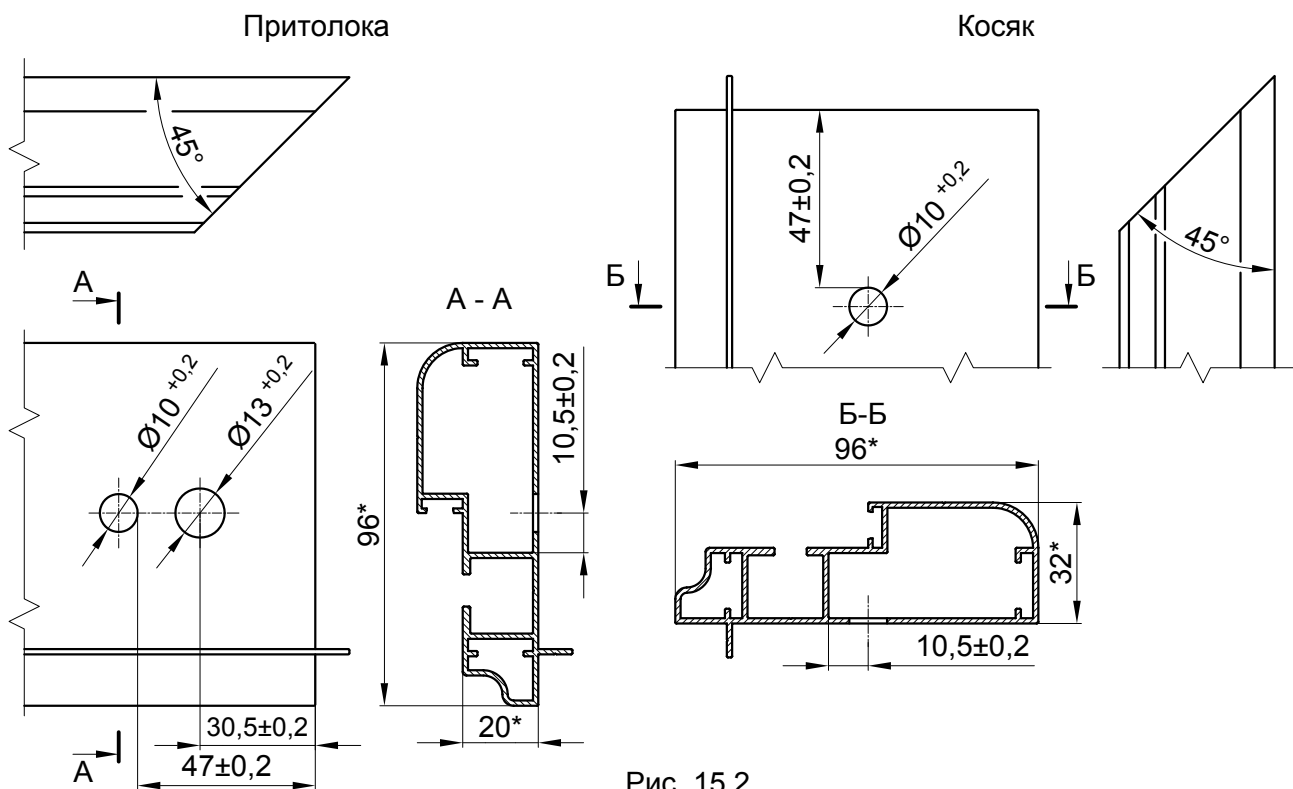

Рис. 15.2
1. Выполнить отверстия в косяках и притолоке (см. рис. 15.2) с помощью приспособления ПК358;